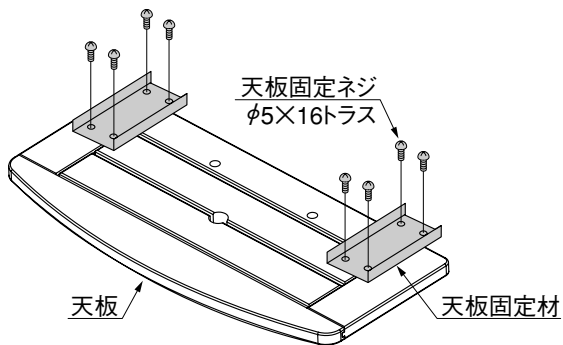

図6-1
- ❶ 天板裏側の天板固定材についている「天板固定ネジ」を取り外してください。(図6-1参照)